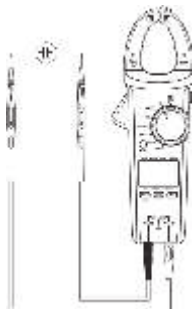

Рис. 11 Измерение ёмкости
7.8 Измерение ёмкости (см. рис. 11)